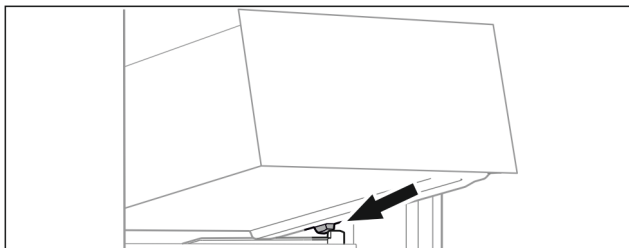

Fig. 85
- ▶ Nasad'íte zásuvku šikmo za zarážkami na rebro nádoby. (pozri Fig. 85)